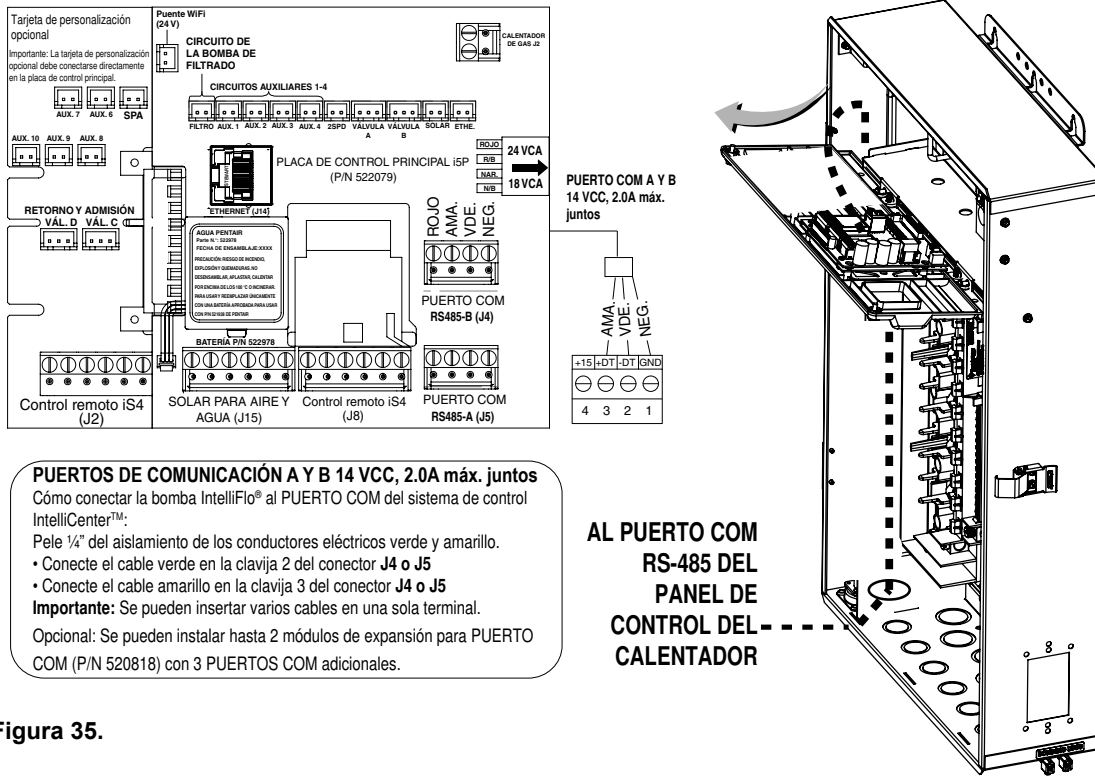

Figura 35.
4. Dirija el cable RS-485 desde el conector del terminal del puerto COM RS-485 en la placa de control del calentador al Centro de carga o Centro de poder. Vea la conexión de cableado Figura 35 en la página siguiente.